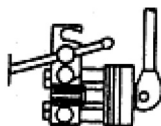

Fig. 2
- B. Consultate la **tabella** e selezionate la matrice ed il relativo punzone per l'applicazione specifica. Inserite la matrice nell'apposita cava come indicato con lo svaso rivolto verso la leva, mandandola a contatto con i dadi posti sul retro. **(Fig. 2)**